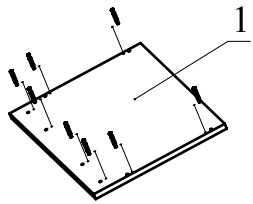

Рис.1
1. Вкрутите шпильки минификсов в деталь 1 (Рис.1).